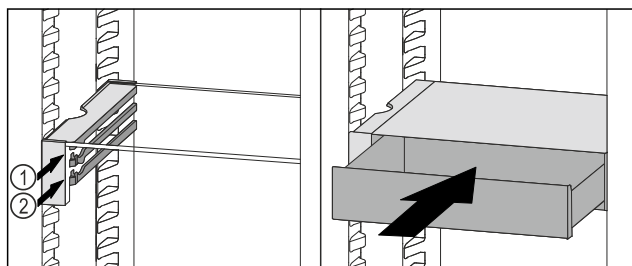

Fig. 95
- 将 VarioSafe 抽屉放置在所需肋梁 Fig. 95 (1) 或 Fig. 95 (2) 上的止动器后面。